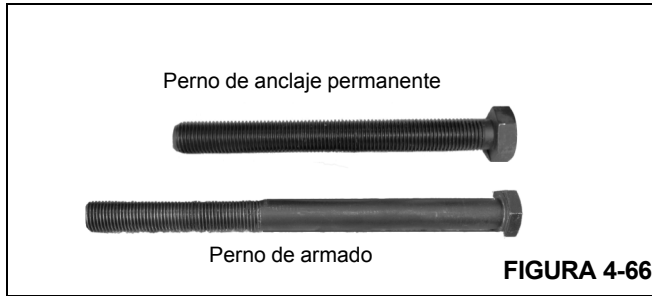

FIGURA 4-66
**NOTA:** Para la instalación del conjunto de anclaje de cables de extensión se necesita usar un perno más largo que el perno permanente. El peso de los cinco cables de extensión y del conjunto de anclaje dificulta mucho la instalación del conjunto de anclaje si no se usa un perno más largo (Figura 4-66).
Utilice el perno con número de pieza 7099000555 (o uno equivalente) para la instalación solamente (Figura 4-66).